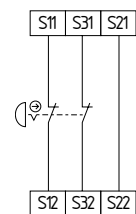

Fig. 10
**Circuito de paragem de emergência de dois canais com dispositivos de comando conforme EN ISO 13850 e EN 60947-5-5 (Fig. 10)**